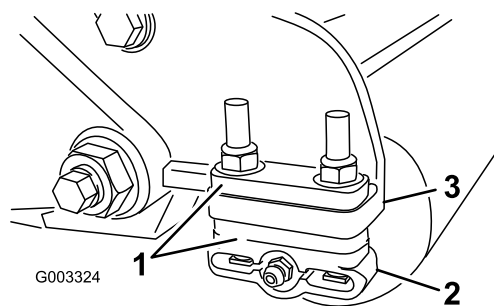

Figura 18
1. Ajuste os suportes do rolo traseiro (Figura 18) na altura desejada do limite de corte posicionando a quantidade necessária de cunhas por baixo da flange de montagem da placa lateral (Figura 18) de acordo com o quadro de altura de corte.